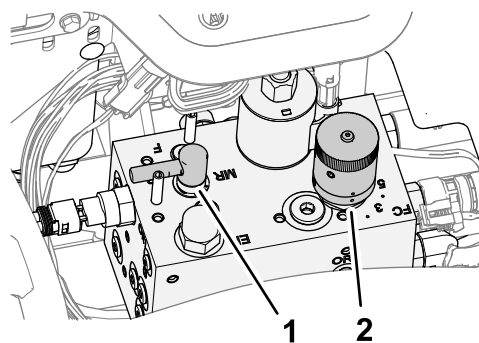

Figura 90
4. Mova a alavanca de afiação para a posição R (afiação) (Figura 90).